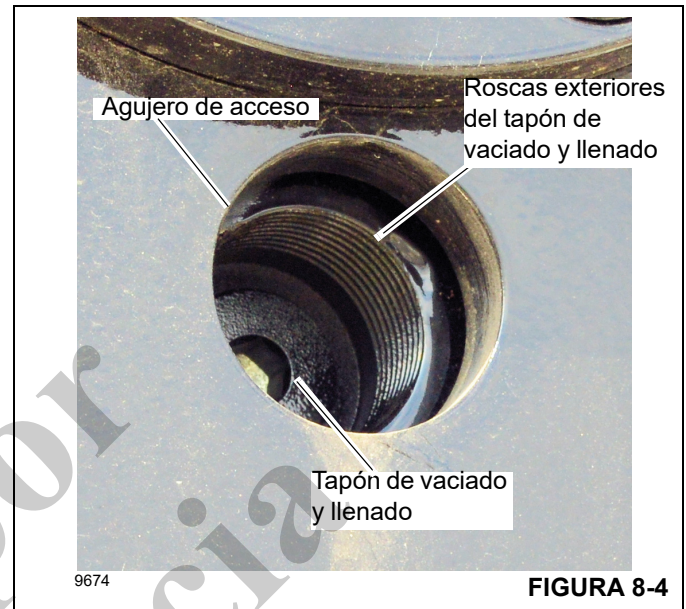

FIGURA 8-4
2. Gire el tambor del malacate de modo que el tapón de vaciado y llenado (Figura 8-4) quede alineado con el
3. Instale un tubo corto de 1 pulg (25 mm) en las roscas exteriores del tapón de vaciado y llenado (Figura 8-4).
2. Usando una llave Allen de 5/16 pulg (8 mm), retire el tapón de vaciado y llenado (Figura 8-4).
5. Usando una llave Allen de 5/16 pulg (8 mm), instale y apriete el tapón de vaciado y llenado (4, Figura 8-4). Apriete el tapón de vaciado y llenado a un par de 67.8 Nm (50 lb-pie).